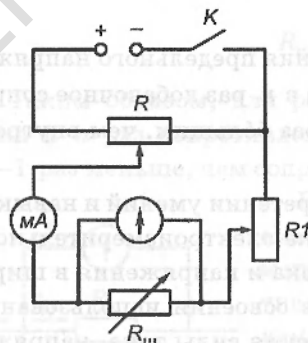
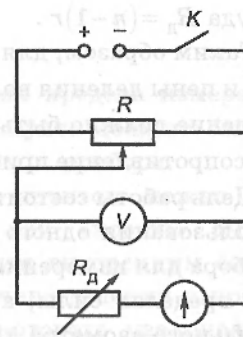

Рис. 3.3
Рис. 3.4
Чтобы проверить правильность выбранного сопротивления шунта, необходимо собрать схему, приведенную на рис. 3.3. В качестве шунта используется магазин сопротивлений Р-33. Регулирование тока в цепи осуществляется с помощью реостата $R1$ и потенциометра R с номинальными сопротивлениями 5000 и 30 Ом соответственно. Цифровой электронный прибор М890G служит образцовым измерителем силы тока при проверке правильности выбранного сопротивления шунта и градуировке изготовленного амперметра. Градуировка изготовленного вольтметра осуществляется сравнением его показаний с показаниями цифрового электронного прибора М890G, который используется в качестве образцового вольтметра по схеме, приведенной на рис. 3.4. В качестве добавочного сопротивления применяется тот же магазин Р-33, на котором набирается расчетное значение сопротивления R_d . Регулятором напряжения служит реостат R с номинальным сопротивлением 30 Ом.
2. Соберите схему по рис. 3.3. Установите подвижный контакт реостата R_1 в среднее положение, а потенциометра R — в положение, которое соответствует минимальному напряжению. Обратите внимание на то, чтобы проводники, которые подводят ток, были присоединены к зажимам шунта, а не микроамперметра.
2. Соберите схему согласно рис. 3.4, установите подвижный контакт потенциометра *R* в положение, соответствующее минимуму напряжения. На магазине Р-33 наберите сопротивление, равное добавочному сопротивлению R_d .